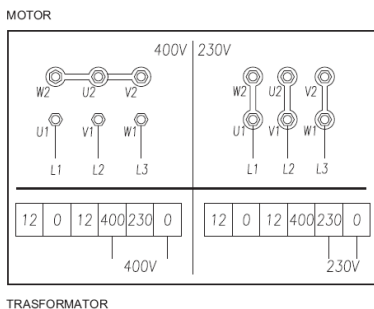

Fig.11
1. Sluit de voedingskabel in de bedieningskast aan volgens Fig.11 + elektisch schema Hoofdstuk 9